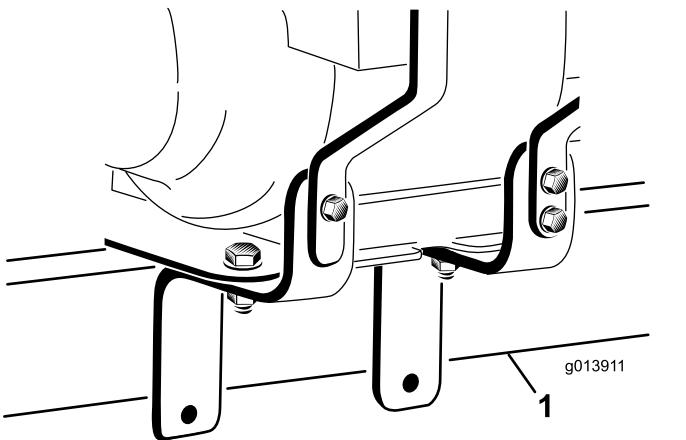
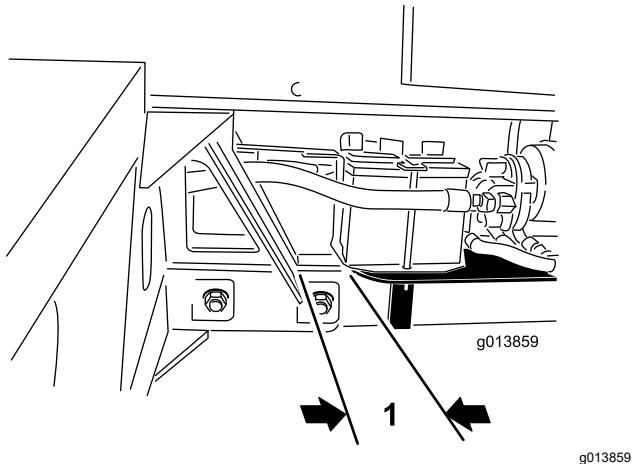

Figura 5
Figura 6
2. Parafuso de suporte da bateria (2)
- Certifique-se de que os suportes de montagem do motor apoiam no tubo de montagem (Figura 5) e que a traseira da placa de montagem do motor está a aproximadamente 25 mm do recetor do tubo de engate (Figura 6).